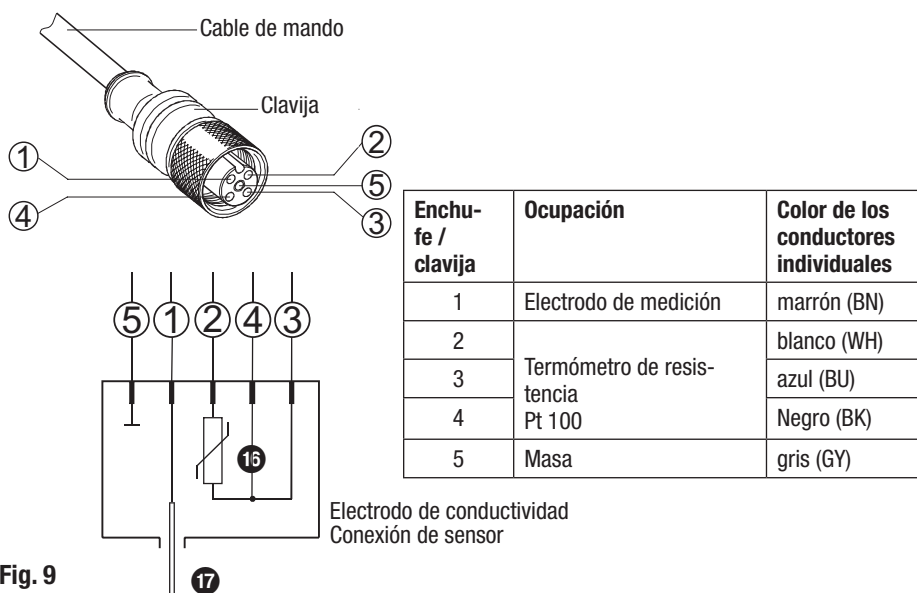

Fig. 9
El electrodo de conductividad LRG 16-9 está equipado con una conexión de sensor M 12, de 5 polos, codificación A, ocupación **Fig. 9**. Para la conexión del electrodo se puede adquirir como accesorio un cable de mando confeccionado previamente (con enchufe y clavija) en diferentes longitudes.
- Si no se usa el cable de mando confeccionado previamente, se debe conectar al cable de conexión una clavija blindada siguiendo el esquema de conexión **Fig. 9**. Tenga en cuenta las instrucciones de instalación del fabricante de la clavija.